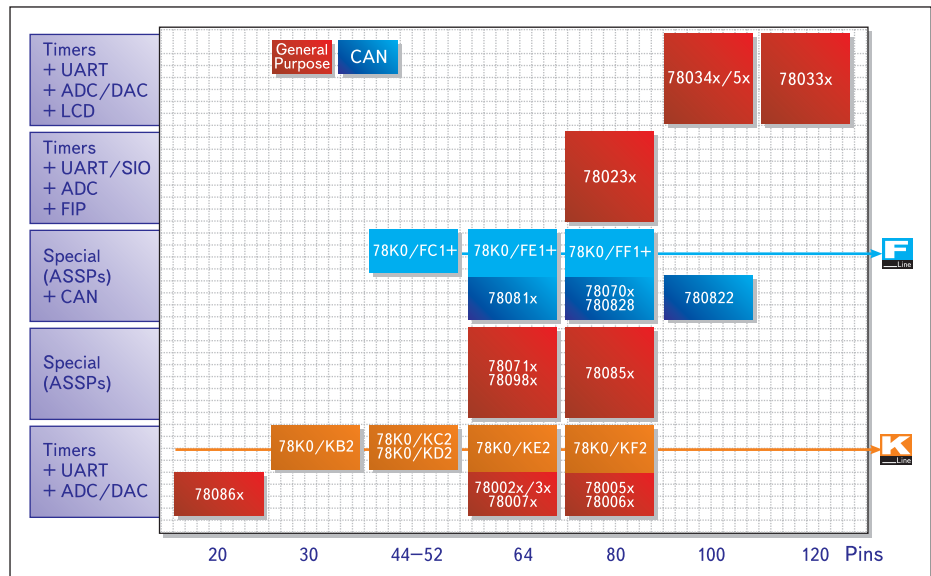

Рис. 3
**Микроконтроллеры серии 78K0** — это 8-разрядные микроконтроллеры, входящие в состав линии K (рис. 3). Они имеют «на борту» всю стандартную периферию, а так же блок CAN, ЖКИ-контроллер и управление моторами.